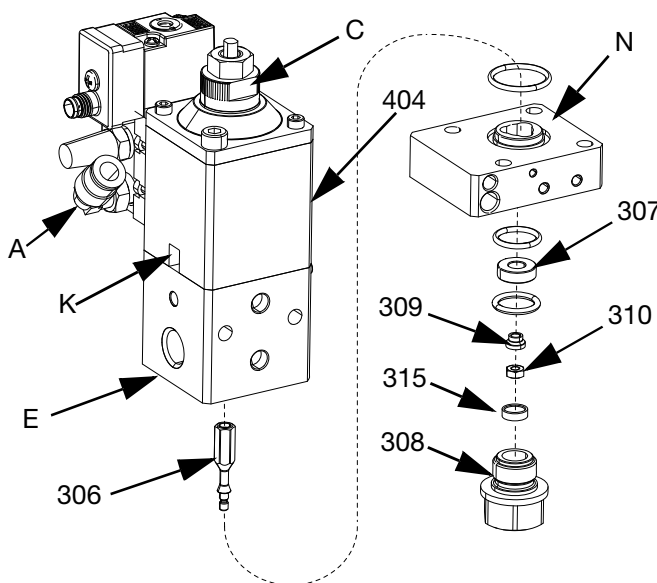

Рис. 16
1. Установите новый комплект уплотнений (101, 201) на шток поршня с фланцем напротив пневмосекции (B) при помощи монтажного инструмента для уплотнений (806).
2. Снимите монтажный инструмент для уплотнений (806) и поместите его на хранение.
4. Вставьте шестигранный ключ в паз на штоке поршня (410) через дренажное отверстие (К). См. Рис. 16.